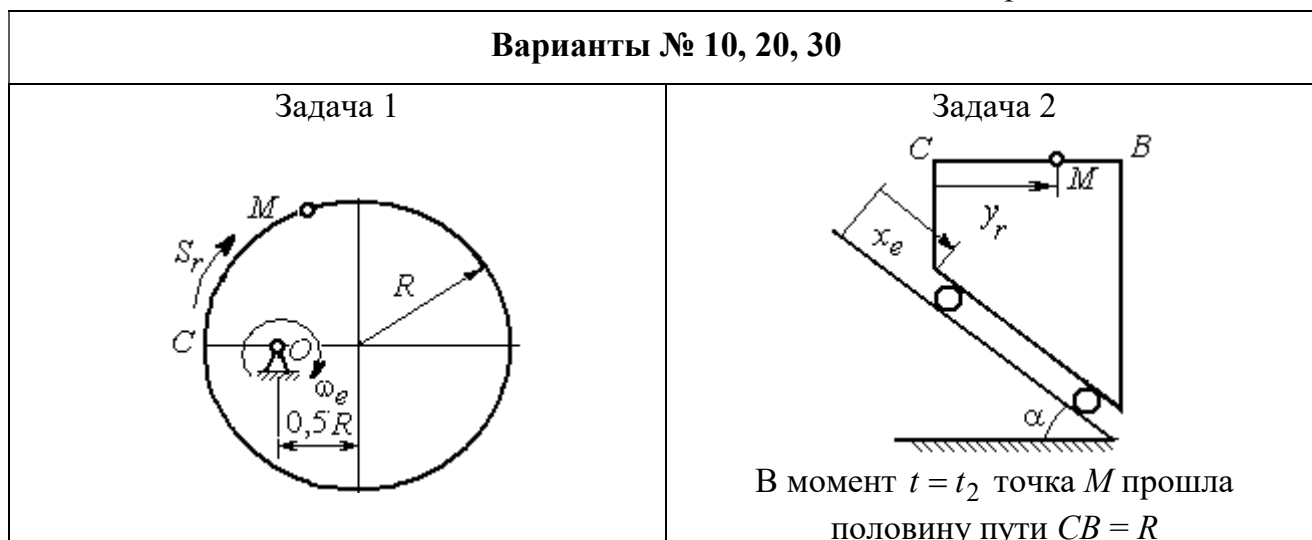
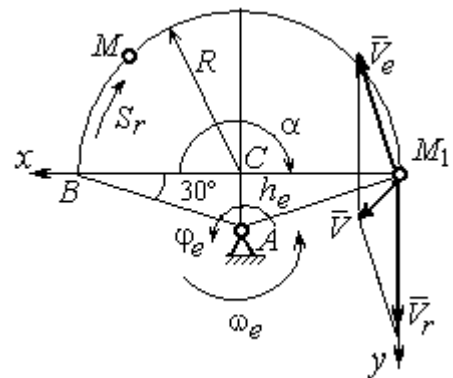

Рис. 3.5. Задание К4. Сложное движение точки.
Рис. 3.7. Расчетная схема для вычисления абсолютной скорости точки при сложном движении
Для определения **положения точки  $M$**  на ободу диска вычислим расстояние, которое она прошла на заданный момент времени. Длина дуги окружности, пройденной точкой за 1 с:  $S_r(1) = 9\pi$  см. Положение точки  $M$  определяется **центральным углом**  $\alpha = \frac{S_r(1)}{R} = \frac{9\pi}{9} = \pi$ . Положение точки в момент времени  $t_1 = 1$  с отмечено на рис. 3.7 точкой  $M_1$ .
Для определения **скорости переносного движения** точки вычисляем значение производной:  $\dot{\varphi}_e = 5 - 4t$ . Угловая скорость вращения фигуры:  $\omega_e = |\dot{\varphi}_e|$ . При  $t_1 = 1$  с  $\dot{\varphi}_e(1) = 1$  рад/с. Положительная величина производной  $\dot{\varphi}_e(1)$  показывает, что вращение фигуры в данный момент происходит в положительном направлении, что отмечено дуговой стрелкой  $\omega_e$  на рис. 3.7.
Вектор скорости переносного движения точки  $\vec{V}_e$  перпендикулярен линии  $AM_1$  и направлен в сторону вращения фигуры (см. рис. 3.7).
Относительное движение точки задано естественным способом, как закон изменения длины дуги  $BM$ . В этом случае **скорость относительного движения** точки  $V_r = |\dot{S}_r| = |18\pi t|$ . При  $t_1 = 1$  с  $V_r(1) = |\dot{S}_r(1)| = 18\pi = 56,5$  см/с. Положительное значение производной  $\dot{S}_r(1)$  указывает, что относительное движение точки в положении  $M_1$  происходит в положительном направлении, указанном на рис. 3.7 дуговой стрелкой  $S_r$ . Вектор  $\vec{V}_r$  относительной скорости точки в положении  $M_1$  направлен по касательной к траектории относительного движения в сторону положительного направления движения (см. рис. 3.7).
**Абсолютную скорость точки** находим по теореме сложения скоростей  $\vec{V} = \vec{V}_e + \vec{V}_r$ . Направление вектора абсолютной скорости, полученное по правилу сложения векторов, показано на рис. 3.5. Для определения величины абсолютной скорости выбираем прямоугольные оси координат  $M_1xy$  (см. рис. 3.7) и проецируем обе части векторного равенства теоремы сложения скоростей на эти оси. Получим: